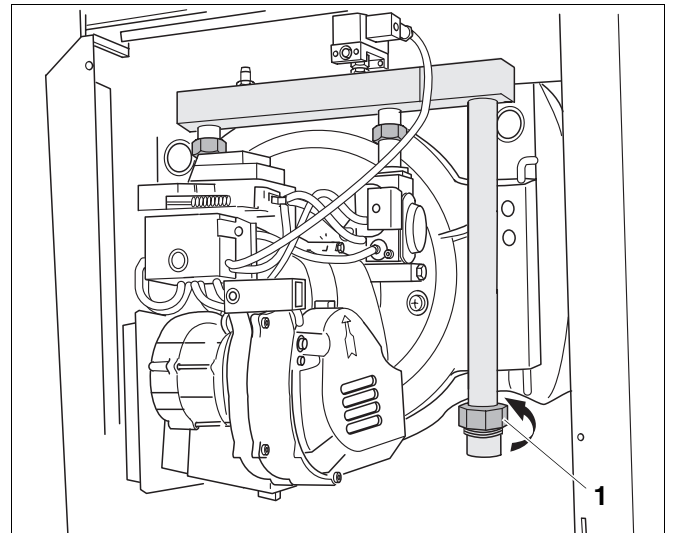

Abb. 19 Gasanschluss lösen
- Gasanschluss lösen (Abb. 19, **Pos. 1**).